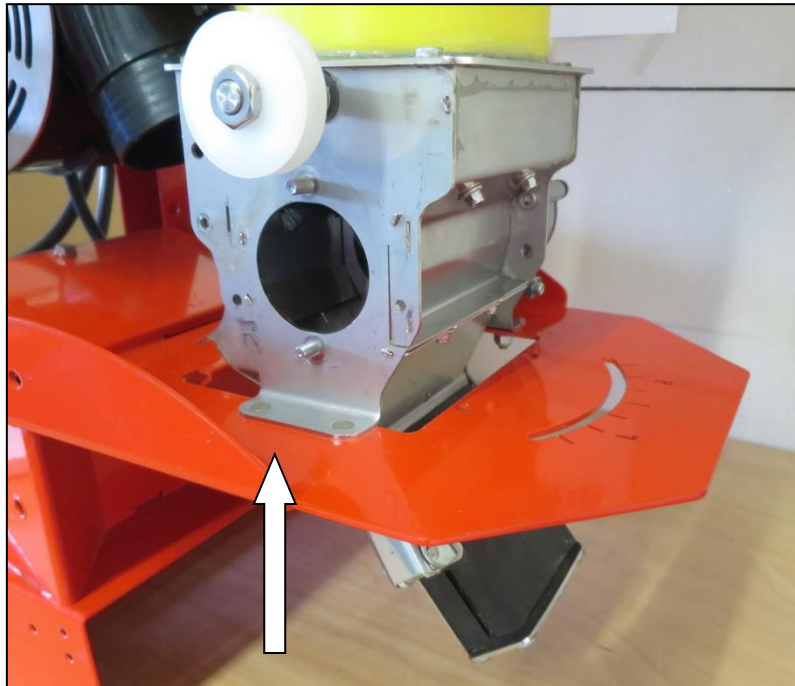

Abb.: 21
- Schieben Sie die Einheit mit dem Luftkanal und den Übergangsstücken von unten in die Dosiereinheit, wie in Abb.: 21 gekennzeichnet.